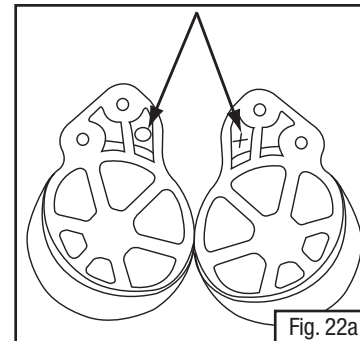

Fig. 22a
- Revise los montajes para orejera de plástico negro y ubique la “X” y la “O” moldeada en el plástico. Hay un lado de montaje derecho y uno izquierdo (orejera). Como se usa, el montaje con la “X” debe quedar en el lado derecho del casco y el marcado con “O” en el izquierdo (i.e. “X” en la derecha, “O” en la izquierda). La Fig. 22a describe la ubicación de las marcas “X” y “O” en el montaje.